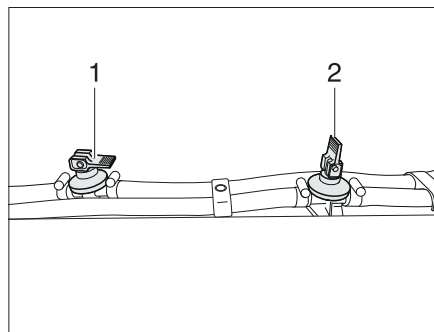

Bild 247 Ablasshahn
- Alle Ablasshähne öffnen. Dazu den Kipphebel (im Bild 247,2) senkrecht stellen.